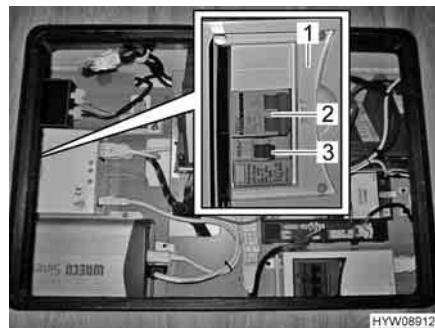

Fig. 105 Scatola dei fusibili supplementare
Le prese sono protette da un interruttore di sicurezza (Fig. 105,2) e da un interruttore di sicurezza per correnti di guasto (Fig. 105,3) in una scatola dei fusibili (Fig. 105,1) aggiuntiva.
- Se il veicolo è collegato all'alimentazione a 230 V, premere il tasto di controllo sull'interruttore di sicurezza per correnti di guasto (Fig. 105,3). L'interruttore di sicurezza per correnti di guasto (FI) deve scattare.